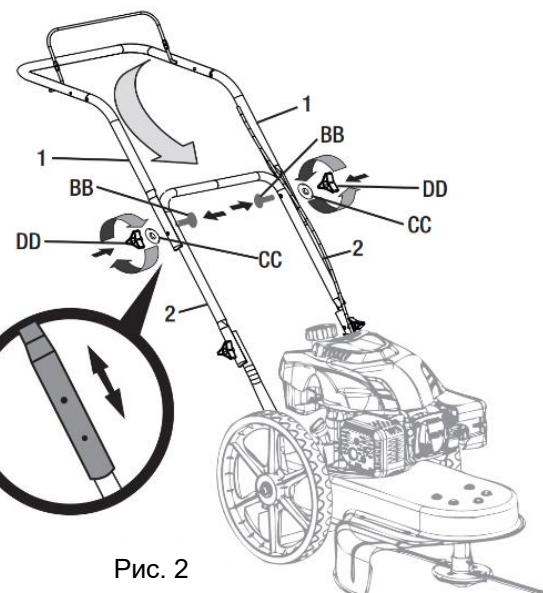

Рис. 2
2. При помощи болтов M8 (AA), шайб (CC) и баращковых гаек (DD) закрепите верхнюю часть рукоятки (1), см. рис.2.